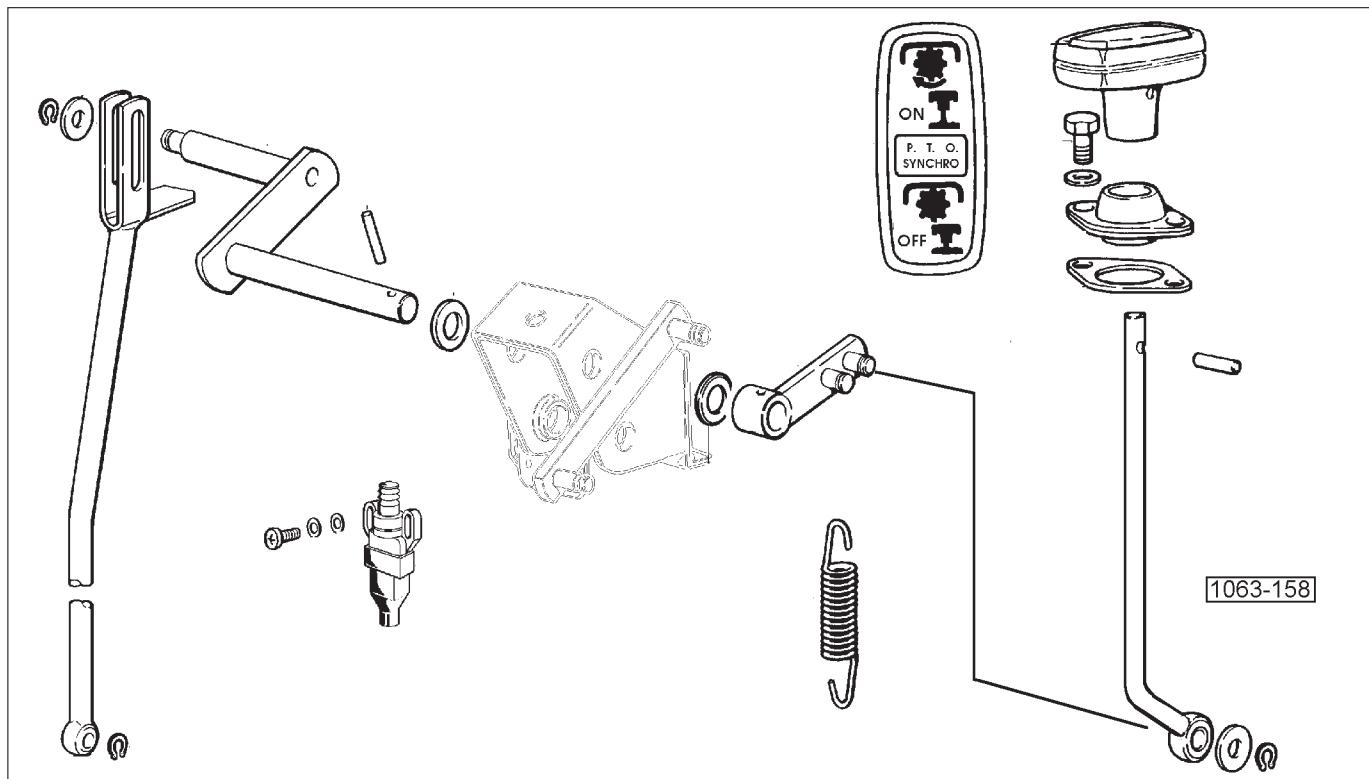

Fig. 7 - Commandes extérieures PDF au régime proportionnel à l'avancement.
- Fig. 7 Commandes extérieures PDF au régime proportionnel à l'avancement**